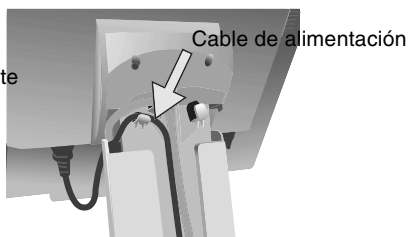

Figura C.4
7. Introduzca el cable D-Sub en sus corchetes correspondientes, como se indica en la **figura C.4**.
8. Asegúrese de que todos los cables quedan pegados al soporte en toda su extensión (**figura C.4**).